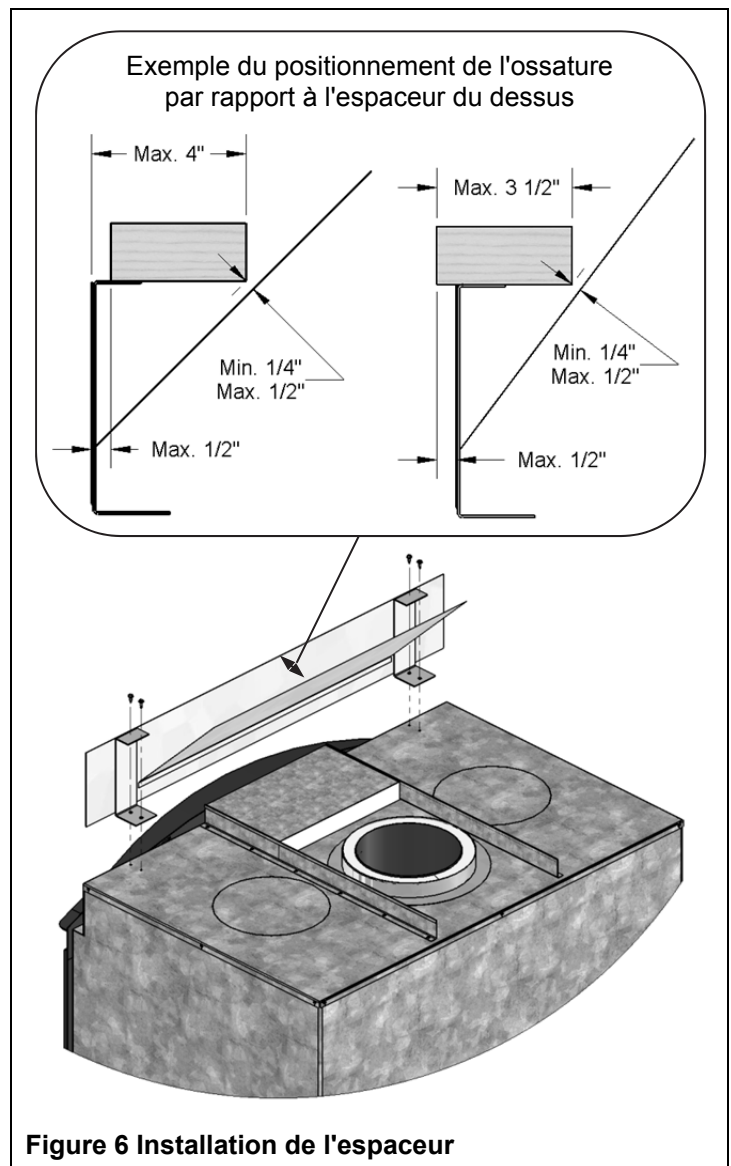

Figure 6 Installation de l'espaceur
L'écran arrière DOIT être ouvert sur l'arrière de l'espaceur tel que montré au haut de Figure 6. Vous pouvez alors installer l'espaceur sur le dessus du foyer avec les vis auto-taraudeuses fournies comme à la Figure 6.
L'ossature ne peut pas être à plus de 1½" en retrait de la façade décorative ou à plus de ½" en retrait de l'espaceur du dessus (voir Figure 6). Si vous utilisez des matériaux de finition non-combustibles épais (>1"), vous pouvez utiliser la façade décorative comme modèle et installer la finition en périphérie de la façade décorative de façon à ce que la finition dépasse de celle-ci.
- Alignez l'avant de l'ossature de sorte qu'elle soit en retrait de ½" de la façade décorative (ou ½" en avant de l'espaceur du dessus, voir Figure 6), en ligne avec l'avant de l'encoche de l'espaceur de côté.
- Alignez l'avant de l'ossature de sorte qu'elle soit en retrait de 1" à 1½" de la façade décorative (alignée à ½" en retrait de l'espaceur du dessus, voir Figure 6). Ajustez la position de l'ossature basé sur l'épaisseur de votre matériau de finition, incluant l'adhésif, plus ½" pour le placoplâtre.